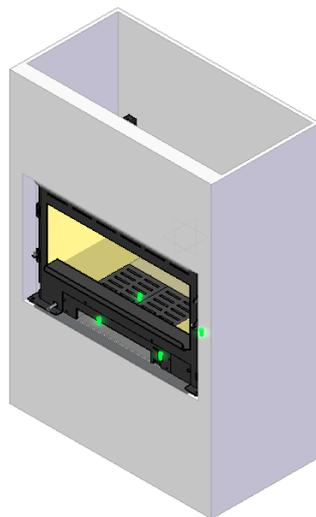

**Figura 13 – Distância do equipamento á face do pladur ou alvenaria**
11. Depois de colocar o equipamento no sítio, este deverá ter uma distância de 40 mm relativamente da face do pladur ou da alvenaria á face da frente do equipamento, para que quando for instalar o aro, este fique bem instalado, ver Figura 13.